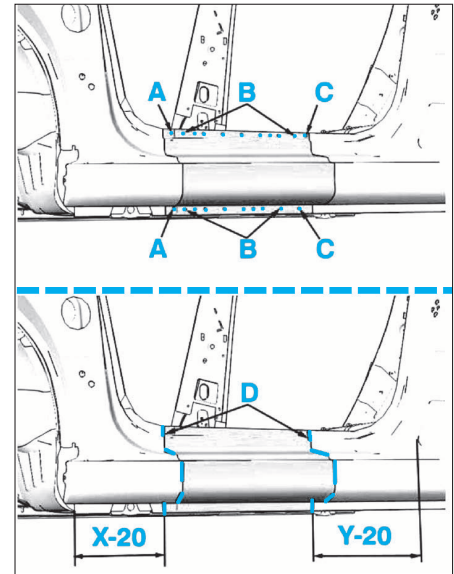

FIG. 23
- Dépointer et couper aux endroits indiqués en A,B,C et D (Fig.23).